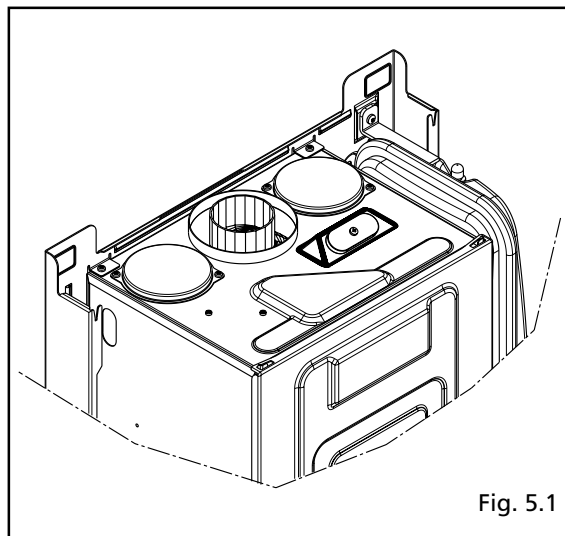

Fig. 5.1
- con la caldaia alla massima potenza, in modo  (estate), temperatura sanitaria a 60°C, rubinetto dell'acqua calda alla massima portata, è possibile effettuare il controllo della combustione inserendo le sonde nelle posizioni previste sulla cassa aria (fig. 5.1)